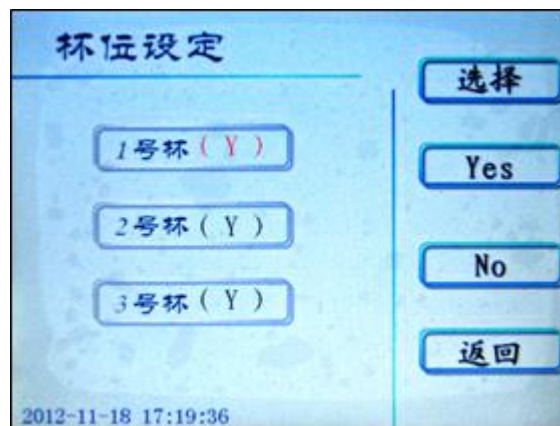

图 12 杯位设定页面
7. 在设置页面，按 **杯位设定** 键进入杯位设定页面（图 12），按 **选择** 键选择杯位号，按 **Yes** 或 **No** 键命令该杯位参与测定或不参与测定。